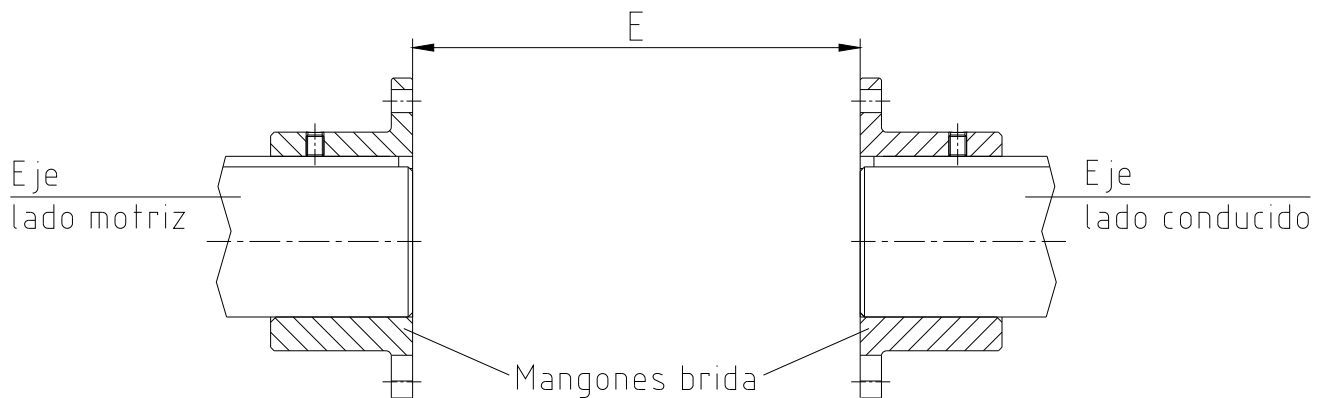

figura 6: montaje de los mangones brida
- Monte los mangones en el eje del lado motor y del lado conducido (ver figura 6).